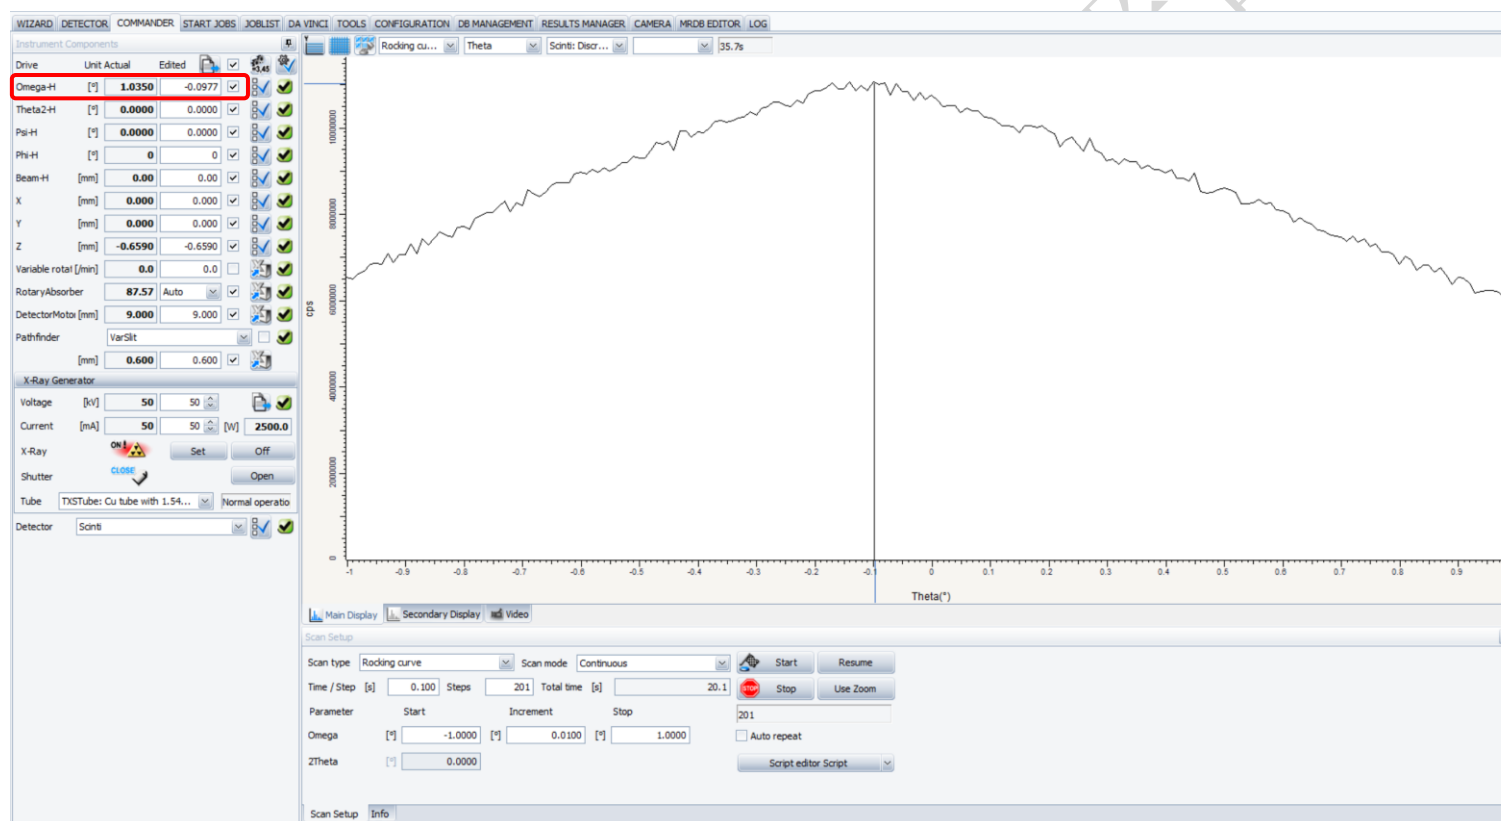

图 6-10 Rocking curve 扫描
6.8.3.1 扫描参数: Scan type: Rocking curve, Scan range: $-1.0 \sim 1.0^\circ$, Increment: 0.01 or 0.005°/step, Time/Step: 0.1 s/step, 在 Rocking curve 上的峰顶处双击来自动读取 Omega 角度值到左列 Omega-H 框中 (图 6-10)。